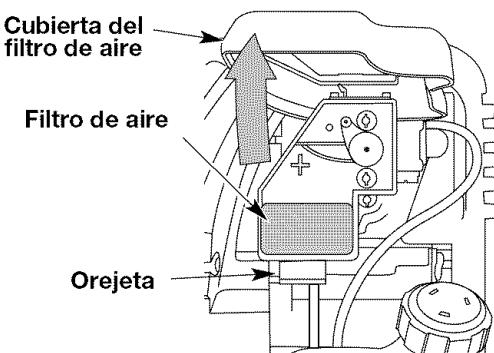

Fig. 27
- Abra la tapa del filtro de aire. Empuje hacia adentro la lengüeta que está en lado inferior de la tapa. Despues hale hacia afuera y arriba la tapa del filtro de aire. (Fig. 27).
- Retire el filtro de aire (Fig. 27).
- Vuelva a colocar el filtro (Fig. 27).